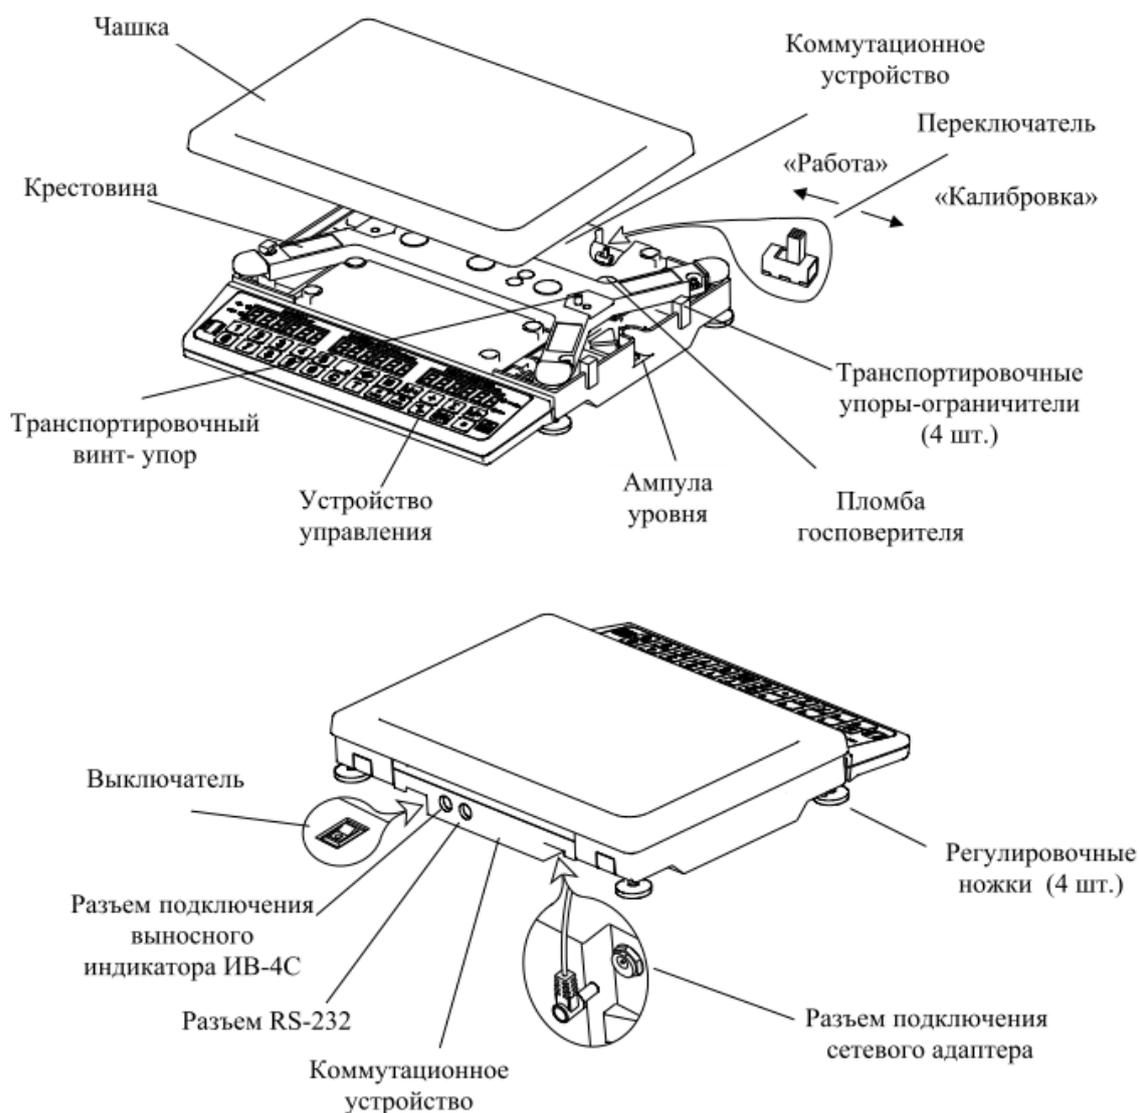

Рис. 5.1 - Весы МК_C21
- включить весы в режим калибровки. Для этого необходимо вывернуть винты крепления крышки коммутационного устройства (Рис. 5.1), снять крышку и установить переключатель режима работы в положение «Калибровка», установить крышку на место;
- установить переключатель в положение «Работа» (Рис. 5.1);